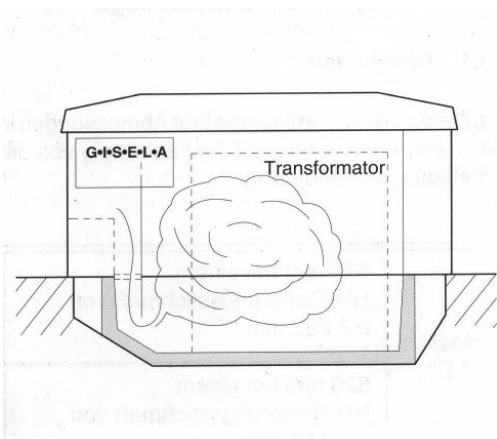

Ilustración 1 / Illustration 1
- En caso de celdas compactas, integre la celda del transformador al espacio a prueba de alta presión (véase ilustración 1).